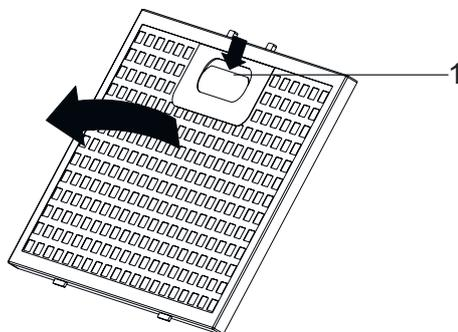

Fig. 11
- Premere l'aletta del filtro in alluminio (1) e tirare il filtro in alluminio nella direzione della freccia (Fig. 11).